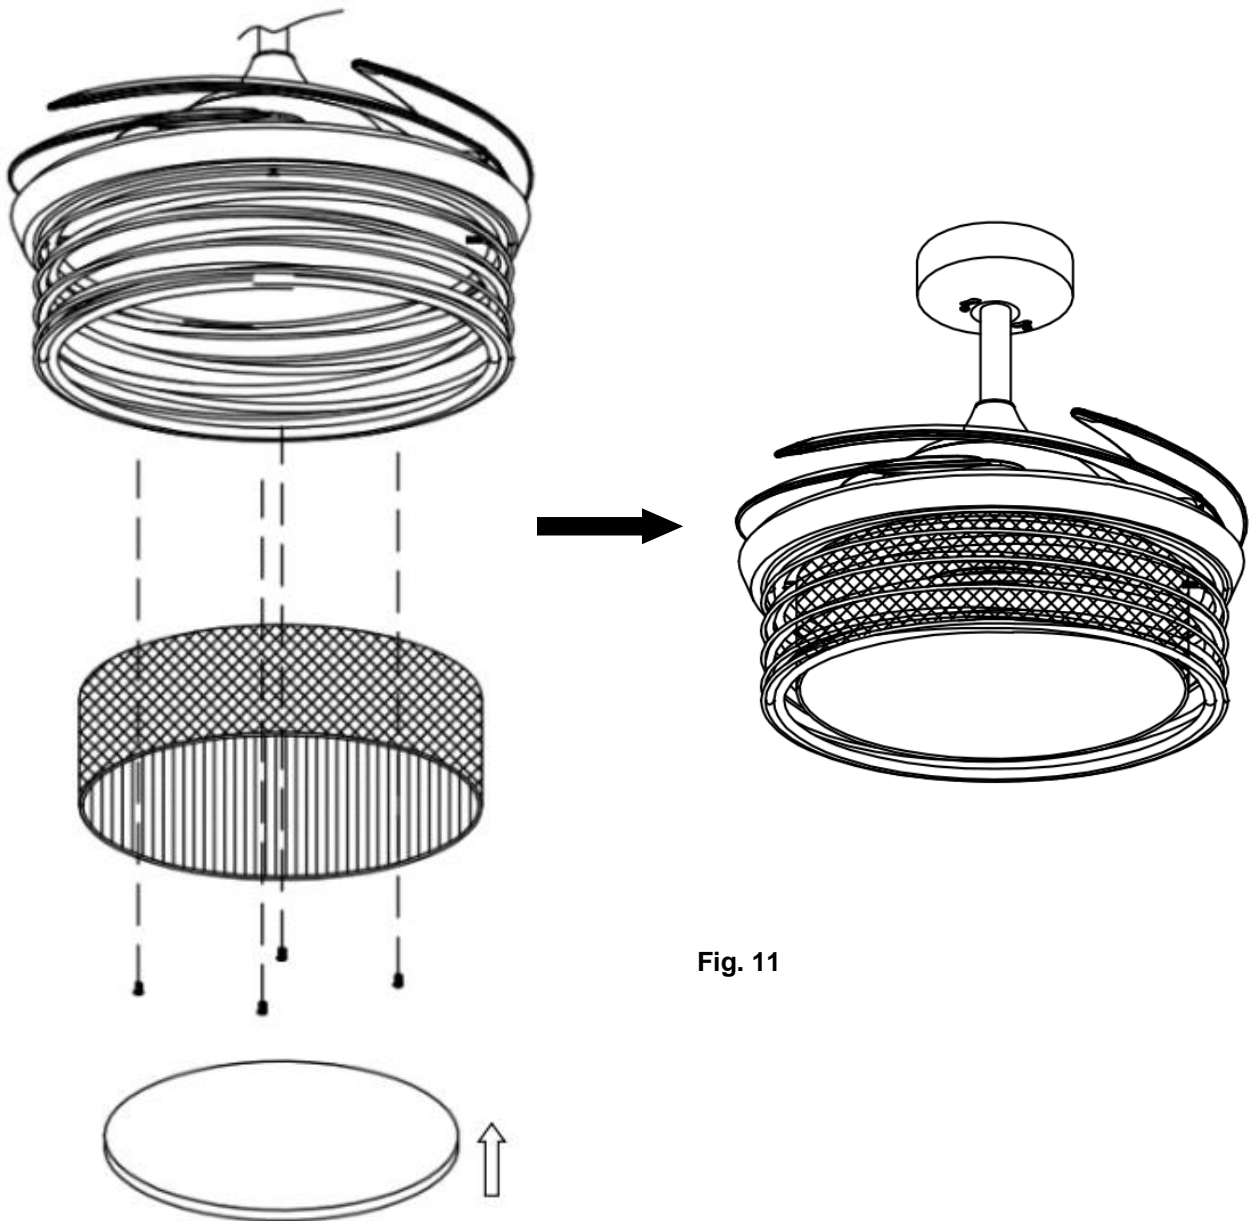

Fig. 11
3. Asegure la pantalla de la lámpara a la placa de soporte del juego de luces apretando los 4 tornillos. No apriete demasiado. Instale la cubierta de la pantalla de la lámpara en la pantalla de la lámpara. (Fig. 11).